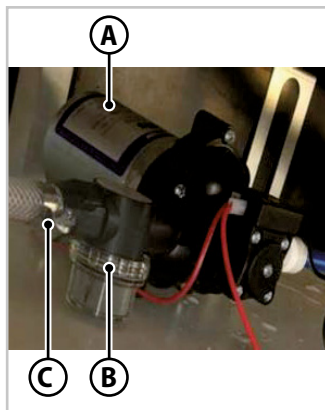

Fig.7.1 - Filtro externo da bomba de água
3. Aceder à bomba de água (**A** - Fig.7.1) retirando as almofadas do sofá da dinette e removendo a tampa do compartimento do depósito de água potável.
4. Desapertar o encaixe de plástico (**C** - Fig.7.1) que liga o filtro ao tubo de descarga.
5. Desapertar a tampa transparente (**B** - Fig.7.1) do filtro e retirar o corpo do filtro.